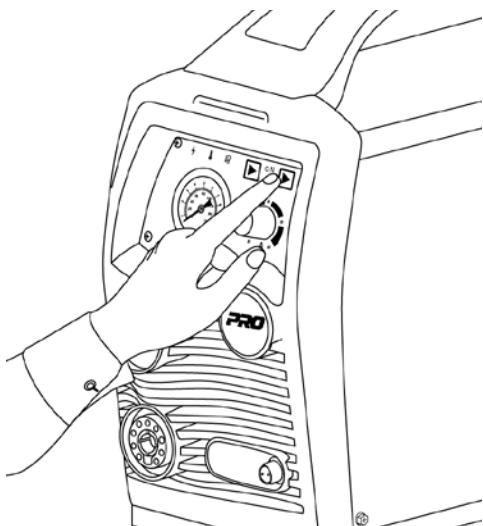
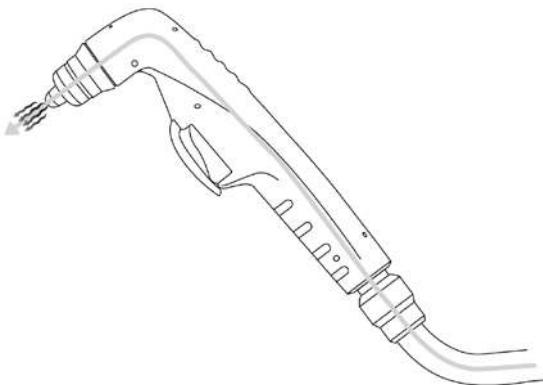

Рис. 8.11. Проверка рабочего давления.
Рис. 8.12. Плазмотрон.
3. Проверьте рабочее давление (См. рис. 8.11). Нажмите на кнопку плазмотрона: пойдет подача сжатого воздуха без образования дежурной дуги (См. рис. 8.12).